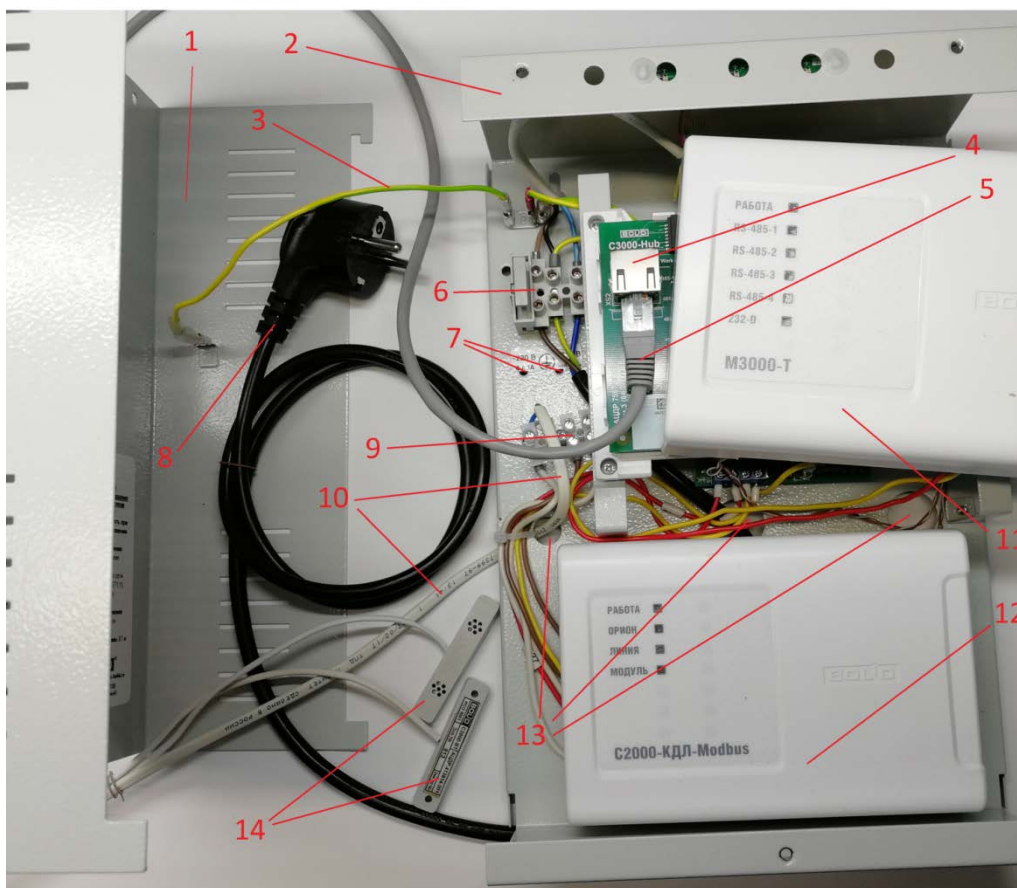

Рисунок 1. Комплект в разобранном виде.
4.1.1 Конструктивно комплект (см. рис.1) выполнен на базе резервного источника питания РИП-12 исп.20 (РИП-12-1/7М2-Р), который обеспечивает питанием приборы и служит местом их монтажа. Фото комплекта со снятой крышкой шкафа и снятой крышкой контроллера «М3000-Т Инсат» приведено ниже. Контроллер «М3000-Т Инсат» установлен на специальные П-образные уголки, закрепленные внутри корпуса РИП. Контроллер «С2000-КДЛ-Modbus» установлен ниже непосредственно на плату шкафа внутри корпуса РИП. Монтаж датчиков температуры и влажности производится пользователем на объекте. Подключение двухпроводной линии связи производится к разъёму ХТ4, расположенному внутри корпуса комплекта.
Коричневый, жёлто-зелёный и синий провода шнура питания с евровилкой отключаются от разъёма XT1 (см. рис 1 поз. 6). Фиксирующая нейлоновая стяжка, заведённая через монтажные отверстия в основание шкафа (см. рис. 1, поз. 7), перекусывается и шнур демонтируется.
4.2.5.7 Зафиксировать кабель через монтажные отверстия (Рис. 1, поз. 5) нейлоновой стяжкой, входящей в комплект поставки.